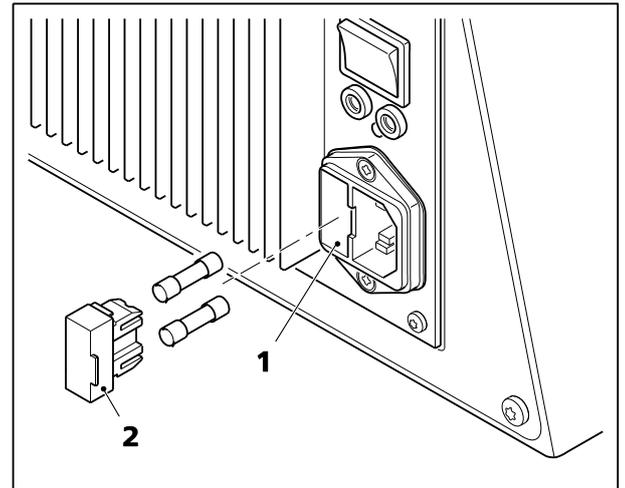

Fig. 164 Remplacement des fusibles dans les microscopes Axio Observer 3, 3 materials et 5, 5 materials
- Extraire le porte-fusible (Fig. 164/2) vers l'avant.
- Réintroduire le porte-fusibles dans le compartiment à fusibles (Fig. 164/1) jusqu'à ce qu'il s'enclenche.